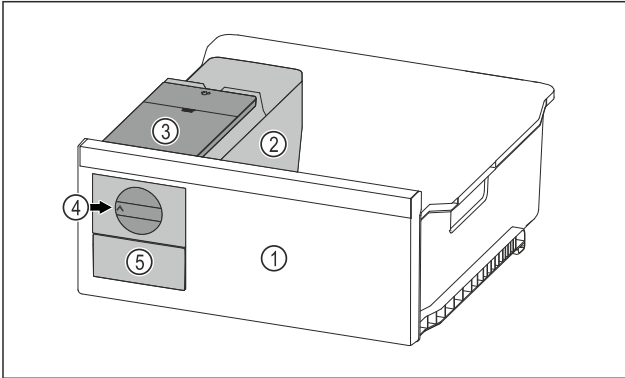

Fig. 127 例图
- ▶ 将旋钮 Fig. 127 (4) 顺时针转动到底。
- ▷ 冰块从方块冰盘落入冰块抽屉 Fig. 127 (5) 中。